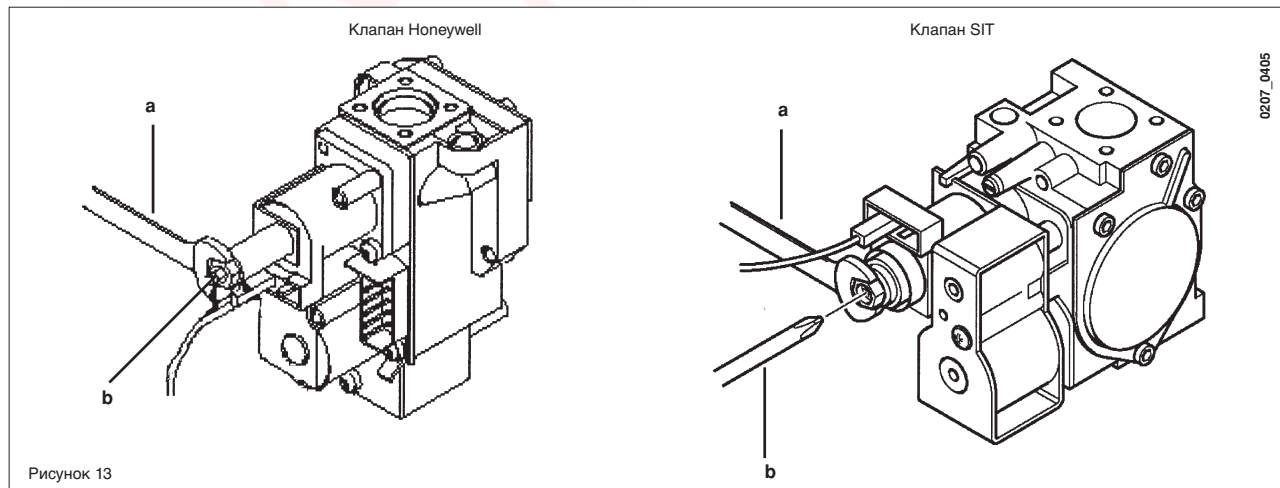

Рисунок 13
- Открыть газовый кран и повернуть ручку (1) в положение ЗИМА (❄️).
- Регулировать латунный винт (поз. а на рис. 13) так, чтобы получить давление, указанное в таблице 1 на странице 85.
- Отсоединить питающий кабель модулятора и развинчивать винт (поз. b на рис. 13) до достижения требуемого при пониженной мощности давления (см. таблицу 1 на странице 85).
Переключки в этом положении (см. рис. 13а):
Рисунок 13а
Переключки в этом положении (см. рис. 13б):
Рисунок 13б